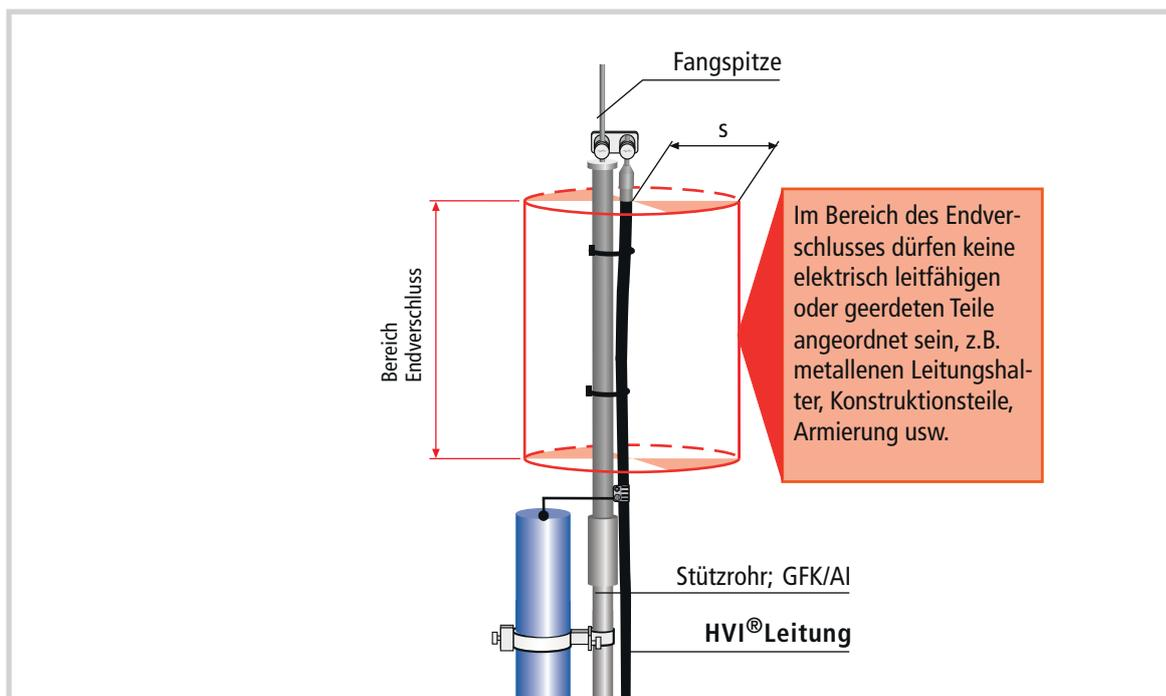
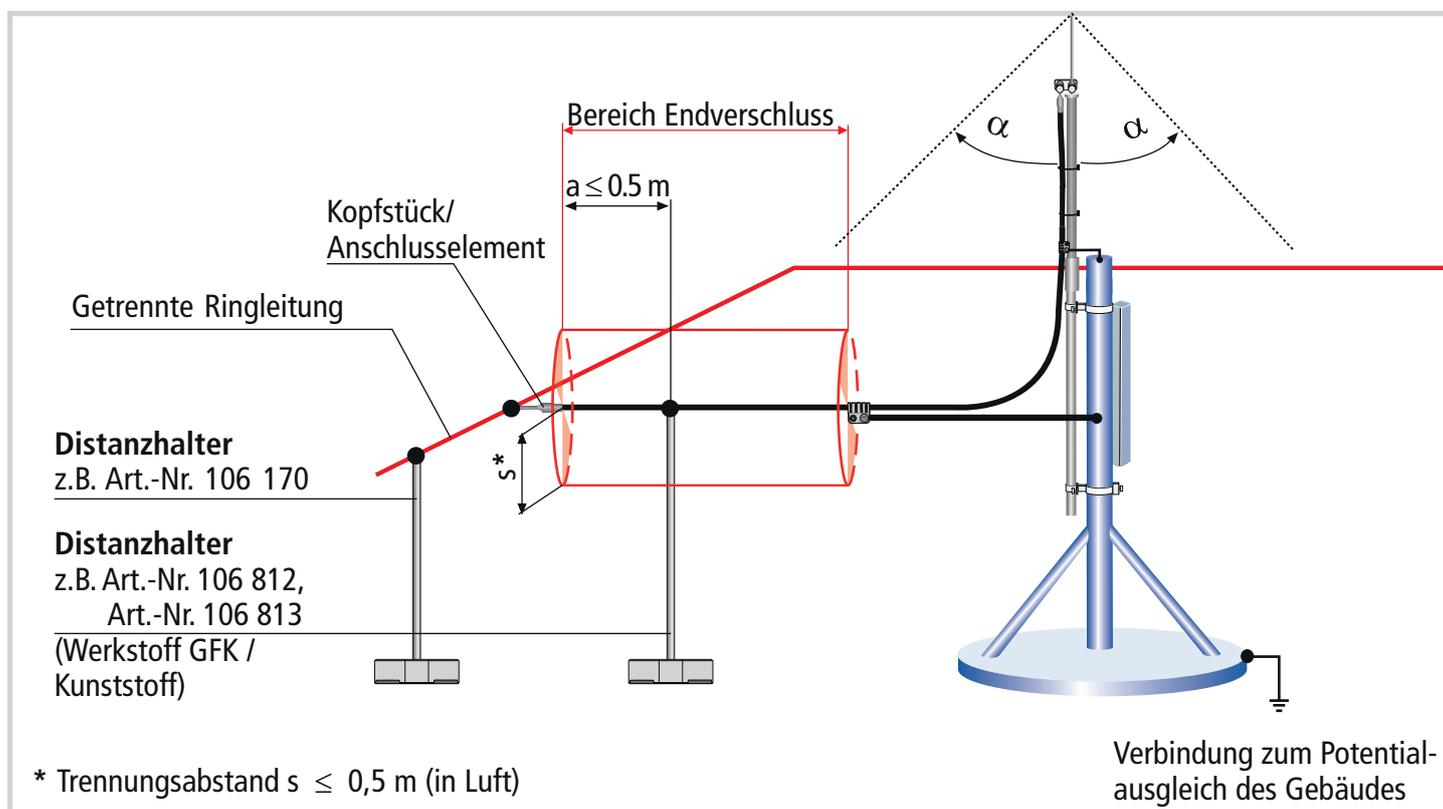
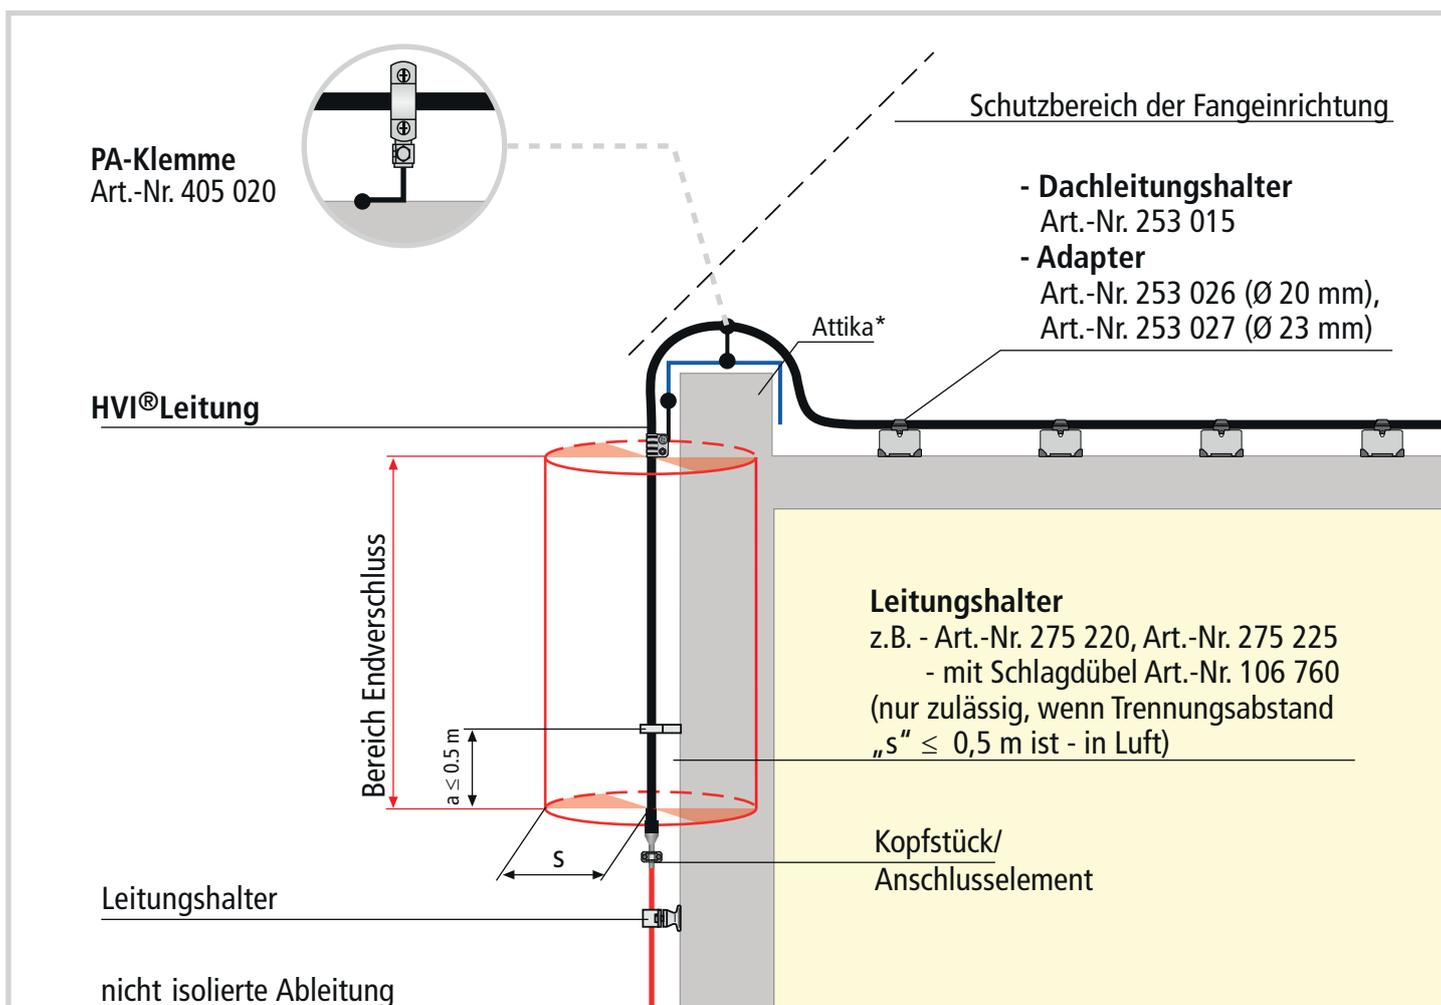

Bild 4a Endverschluss am Stützrohr
Bild 6 Anschluss an HVI®Leitung II / III "Getrennte Ringleitung"
Bild 7 Übergang HVI®Leitung auf nicht isolierte Ableitung;
Im Bereich des Endverschlusses (Bereich zwischen Kopfstück und PA-Anschlusselement) dürfen keine elektrisch leitfähigen oder geerdeten Teile wie, z.B. metallene Leitungshalter, Konstruktionsteile, Armierung usw. (siehe Bild 4a und 4b) angeordnet sein. Die Darstellung des Trennungsabstandes "s" in Form eines Zylinders zeigen Bild 4a und 4b.
- Ein Leitungshalter darf nur im Bereich a bis $\leq 0,5$ m, vom Kopfstück aus gemessen, montiert werden (siehe Bild 6 und Bild 7, Seite 10).
Anschlussmöglichkeiten des Kopfstückes an eine überragende Fangstange sind im Bild 7 dargestellt (siehe auch Bild 4a, Seite 6 und Bild 14, Seite 18).
Nur das Kopfstück darf mit der Fangeinrichtung (Bild 4a, Seite 6 und Bild 14, Seite 18), der "Getrennten Ringleitung" (Bild 6, Seite 9) oder Ableitung (Bild 7) verbunden werden.
Die **HVI®Leitung** muss in ihrem gesamten Leitungsverlauf im Schutzbereich einer Fangeinrichtung des Äußeren Blitzschutzes verlegt werden (siehe Bild 7, Seite 10). Sie darf im gesamten Leitungsverlauf nicht mit Blitzspannung behafteten Teilen der Fangeinrichtung, Ableitung oder Gebäudekonstruktionsteilen (siehe Bild 3, Seite 5 und Bild 14, Seite 18) in Verbindung kommen.